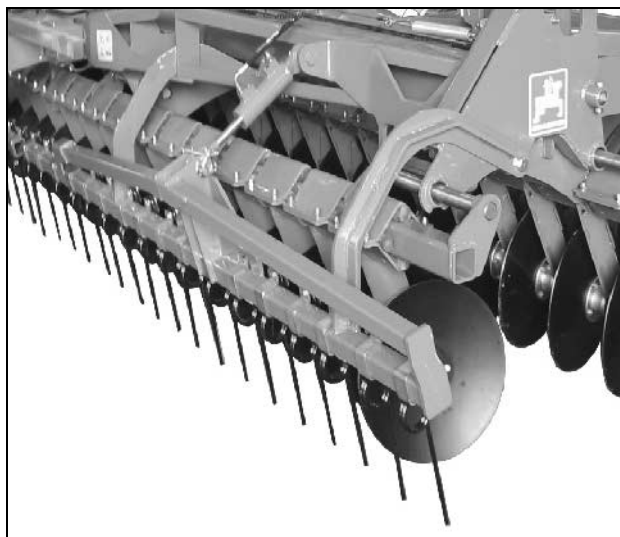

Fig. 39
- Halmstriglen sænkes (Fig. 39). Strå og plantedele, som befinder sig foran halmstriglen og gribes af denne. .